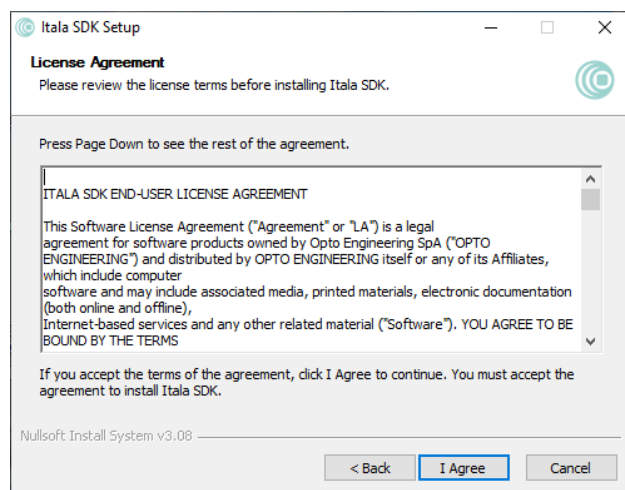

Figure 10: Itala SDK 许可协议窗口。
3. 安装 Itala SDK（图 10）之前，请检查许可条款。